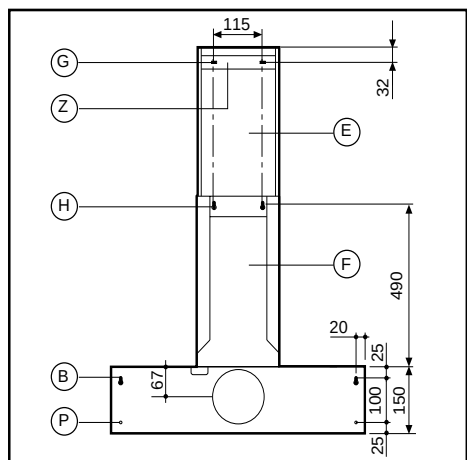

Fig.2
Make 4 holes (B-P) according to the measurements indicated in fig. 2. For the various assembly operations, use screws and anchors suitable for the type of wall (eg., concrete, plasterboard, etc.)
Hang the hood on the wall using the two holes (B) fig. 2.
Make four holes (G-H) according to the measurements indicated in fig. 2
Secure the bracket (Z) to the wall fig. 2
Hang the pipe fitting (F) using the 2 holes (H) fig. 2
Unter Beachtung der auf den Abbildungen 2 und 3 angegebenen Werte 4 Bohrungen (B - P) ausführen Abb.2.
Bei den verschiedenen Montagen für die Art der Wand (z. B. Zement, Rigips usw.) geeignete Schrauben und Spreizdübel verwenden. Die Haube unter Verwendung der beiden Bohrungen (B) auf Abb.2 der Wand anbringen.